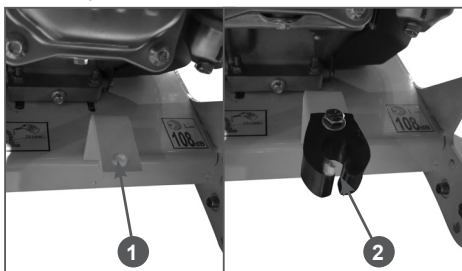

Рис. 15 Установка зажима крепления тележки
3. Установите зажим 2 для крепления тележки в транспортировочном положении на кронштейн 1 (Рис. 15). Совместите отверстия в кронштейне 1 и резинового зажиме 2, вставьте в полученное отверстие болт 3 и закрутите гайку 4 (Рис. 15).